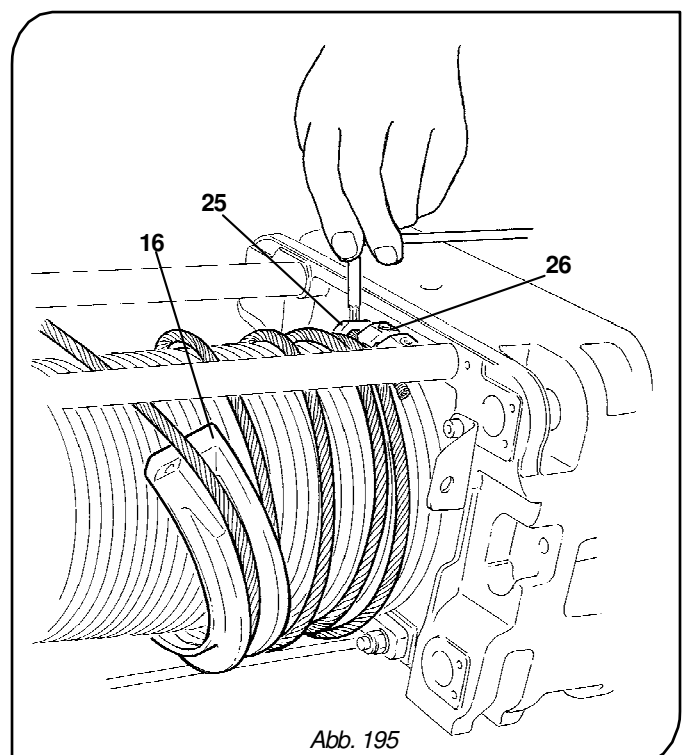

Abb. 195
13. Lösen Sie die Schrauben **-25-** der Klemmen **-26-**, ziehen Sie das Seil heraus und befreien Sie den Halbring **-16-** (Abb. 195).